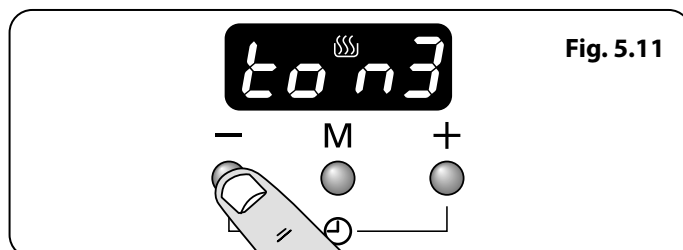

Fig. 5.11
- Du väljer larmton genom att trycka på knappen [-] tills önskad ton framkommer (Fig. 5.11).